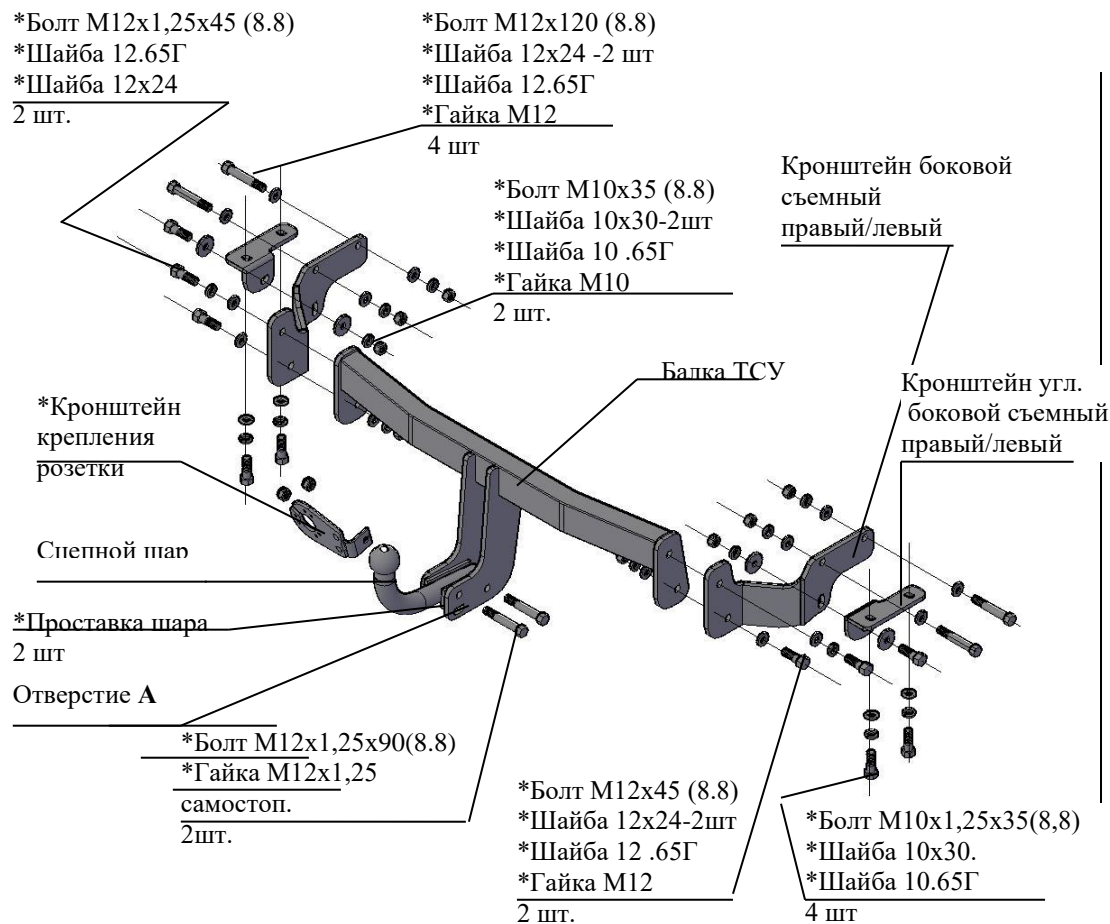

Рис.1 Тягово-сцепное устройство 7231
2.1 ТСУ 7231 в сборе (рис.1)	1 шт.
2.2 Пакет с комплектующими (см. рис.1)	1 шт.
4.2 Закрепить боковые съемные кронштейны ТСУ (правый и левый соответственно рис.1) к боковым внутренним полкам лонжеронов а/м болтами М12х120 гайками М12, подложив под головки болтов шайбы 12х24, под гайки - шайбы 12.65Г и шайбы 12х24. Крепеж не затягивать.
4.3 Закрепить угловые боковые съемные кронштейны ТСУ (правый и левый соответственно рис.1) к нижним полкам лонжеронов а/м болтами М10х1,25х35 (используя штатные приварные гайки), подложив под головки болтов шайбы 10.65Г и шайбы 10х30. Крепеж не затягивать.